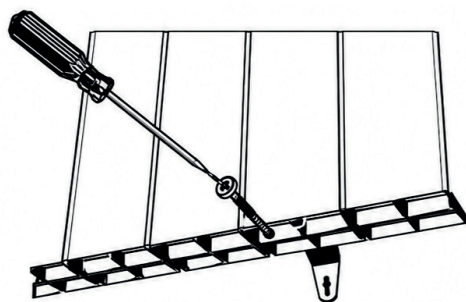

Fig11
3. Insérez les deux chevilles et fixez-les avec les deux vis (B) afin de fixer complètement le chauffage au mur. (Figure 11).
- Crochet (C)